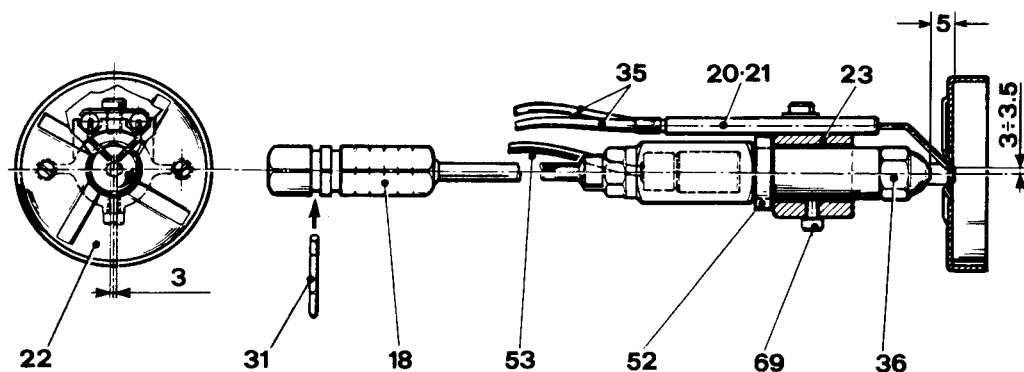

FIG. 13
- chicler (36) defectuoso o sucio;
- electrodos de encendido (20-21) sucios o dañados (ver posición de la fig. 13);
- célula fotoeléctrica (41) ennegrecida;
- verstuurver (36) defect of vuil;
- ontstekingselectroden (20-21) aangeladen, beschadigd of ontregeld (zie de stand in fig. 13);
- Magneetventiel (41) vuil of defect;
Effettuarne la pulizia possibilmente senza variare la loro posizione rispetto al disco deflettore; nel caso ciò accadesse, rispettare, in fase di montaggio, le dimensioni indicate in fig. 13.
Clean the electrodes taking care not to change electrode position relative to the diffuser; in case this should occur, on reassembling the unit make sure that the dimensions shown in Fig. 13 are met.
Les nettoyer si possible sans changer leur position par rapport au disque déflecteur. Autrement vérifier que les cotes indiquées en FIG. 13 sont bien respectées.
Efectuar la limpieza si es posible sin variar la posición respecto al disco deflector; en el caso que esta posición se hubiese modificado, respetar en la fase de montaje las distancias indicadas en la fig. 13.
Kuisen liefst zonder hun positie ten opzichte van de vlamring te veranderen. Zou de positie toch veranderen, dan terrug monteren volgens de gegevens van fig. 13.
- die Grundplatte herausziehen und lt. Abb. 13 in die vorgesehene Halterung einhängen.